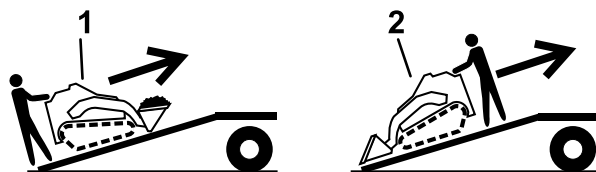

Figure 20
5. Placez toujours l'extrémité la plus lourde de la machine en haut de la rampe, la charge en bas, lorsque vous chargez la machine sur la remorque (Figure 20).